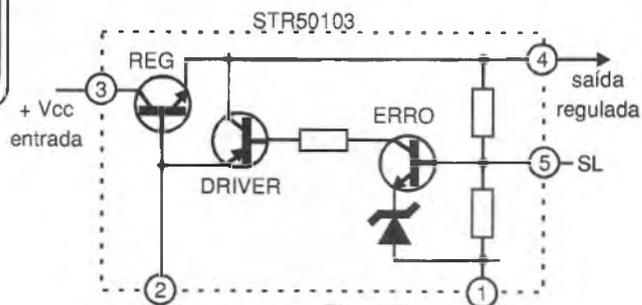

Figura 3
**Nota:** O circuito regulador STR-50103 é usado em muitos outros televisores de diversas marcas de fabricação nacional. Para facilitar o entendimento do defeito, damos também seu circuito equivalente na figura 3.